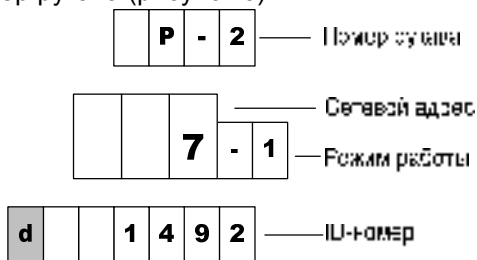

Рисунок 6
8.7 По команде СУ на табло могут отображаться сетевой адрес, режим работы и ID-номер рукава (рисунок 6).